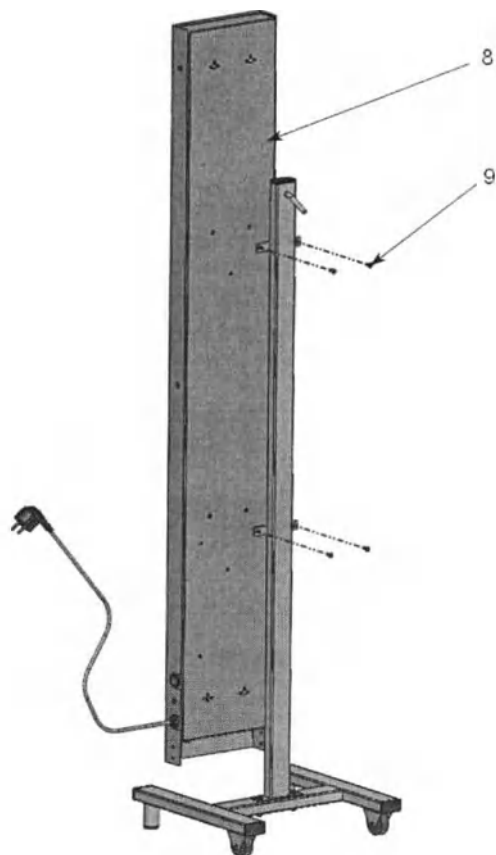

Рисунок 8. Облучатель серии РВ смонтированный на передвижной стойке
На рис. 8 показан монтаж облучателя серии РВ (8) на передвижную стойку за установочные отверстия винтами М4 (9).